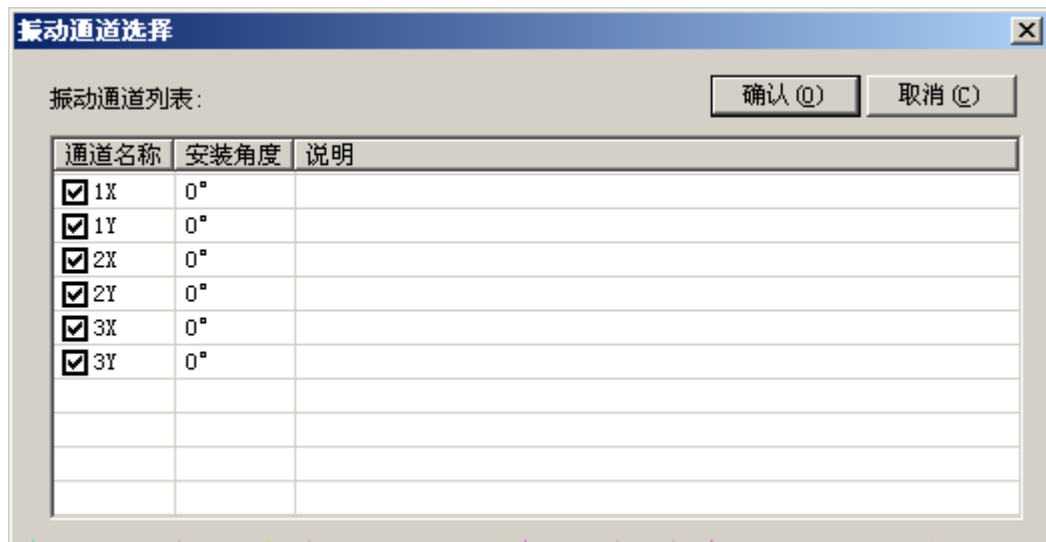

图 4.17 多振动通道选择
-  可选择显示通道，如图 4.17 所示；
- 可选择显示通道，如图 4.17 所示;